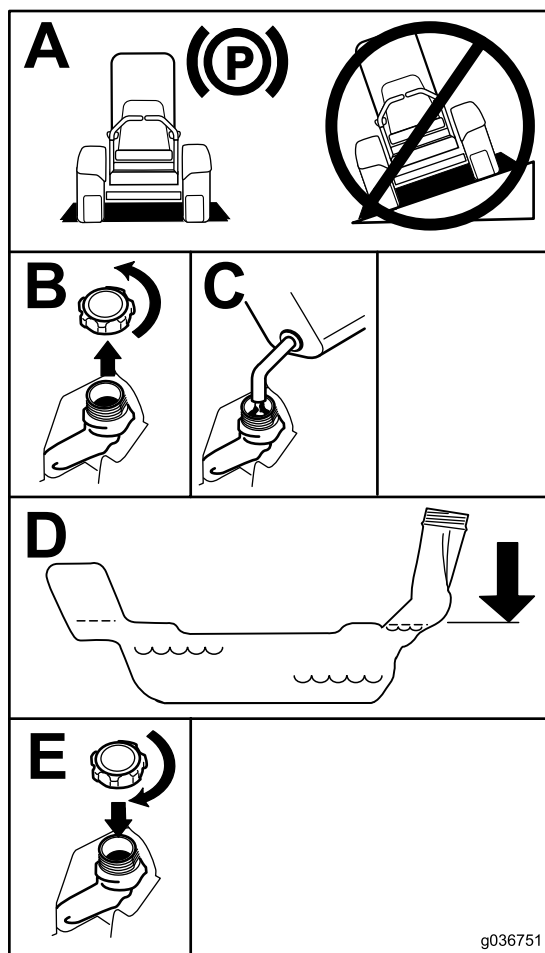

Figura 9
5. Llene el depósito de combustible hasta la parte inferior del cuello de llenado (Figura 9).